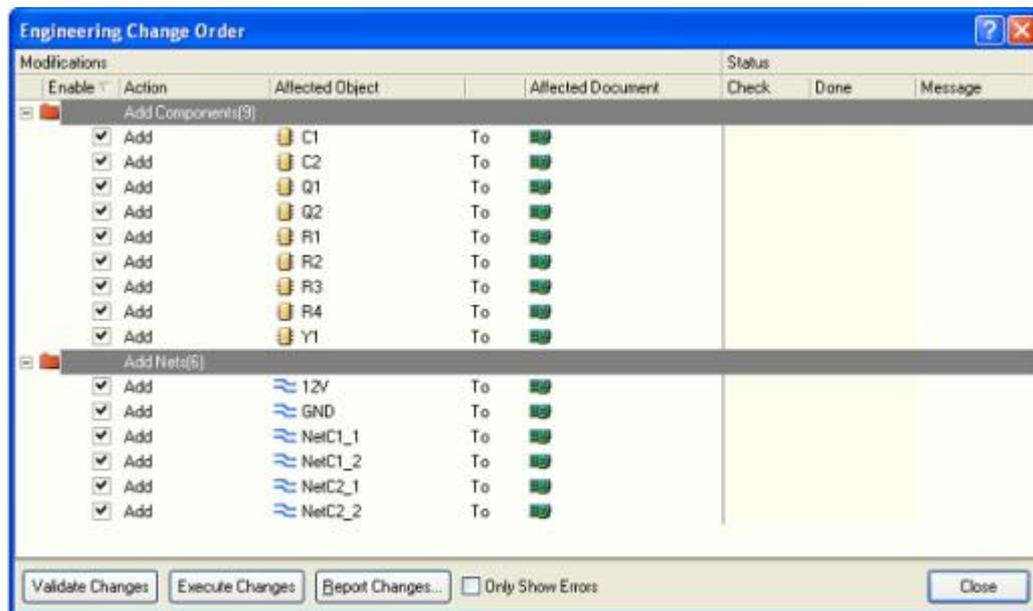

图 6-14 信息导入
2. 选择 Design>>Update PCB Document (multivibrator.pcbdoc)。该工程被编译并且工程变更命令对话框显示出来, 如图 6-14 所示。